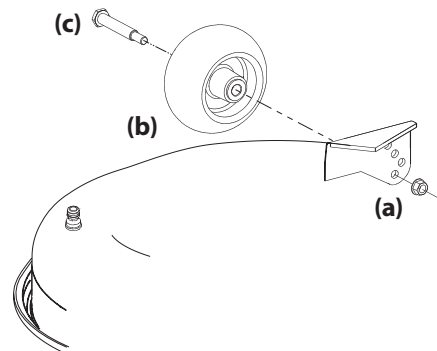

Figure 2-16
- a. Retirez l'écrou autobloquant qui retient le boulon à épaulement de la roue de jauge avant au plateau de coupe. Enlevez la roue antidégazonnement et le boulon à épaulement. Voir Figure 2-16.